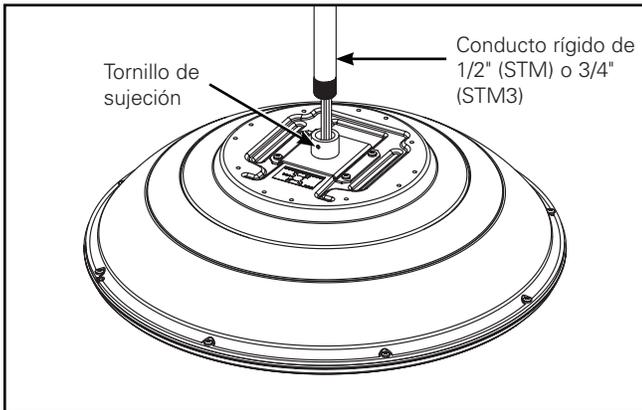

Figura 10. Opción de montaje en varilla
**Instalación de montaje en varilla (STM o STM3) (Figura 10)**